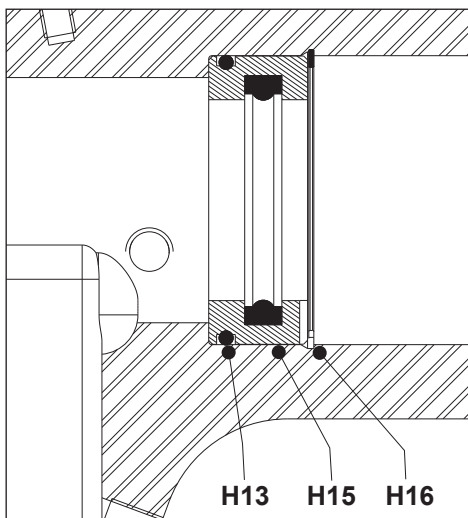

图 24
**注意** 在下述步骤中，确保先插入衬套带 O 型密封圈（H13）的一侧。装配图请参见图 24。